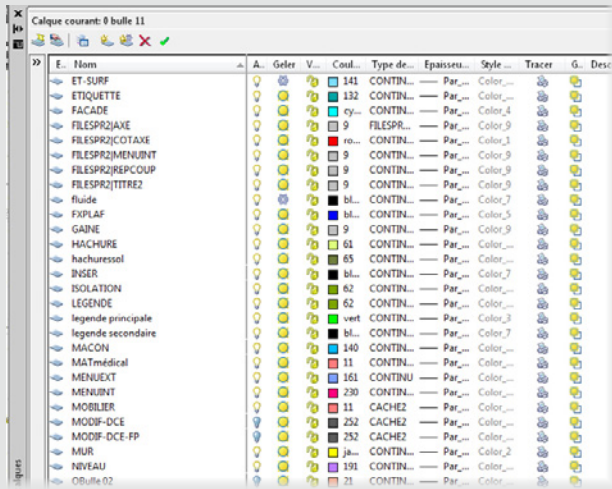
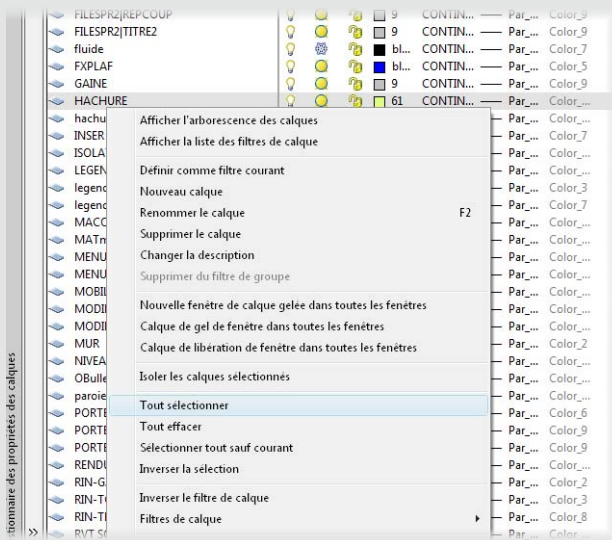

Figure 8
Figure 9
- Le gestionnaire des propriétés des calques ouvert nous permet de faire plusieurs remarques. Tout d'abord, n'importe quel utilisateur sera sans doute surpris par le nombre très important de calques (159) ; ensuite, on peut constater que le classement se fait selon une thématique d'ordre constructive (tel calque associé aux murs, tels autres à la menuiserie ou à l'électricité, etc.). La connaissance des symboles (ampoule, soleil, etc.) et leur mode d'utilisation ont été détaillés au Chapitre 4. Il s'agit ici d'examiner non pas le fonctionnement de la boîte de dialogue de gestion des calques, mais d'analyser et de comprendre la philosophie liée à cette organisation dans le cadre d'un projet complexe. Cliquer du bouton droit sur le nom des calques permet d'ouvrir un menu contextuel (voir Figure 8). Dans ce menu, nous choisissons l'option Tout sélectionner (voir Figure 9).